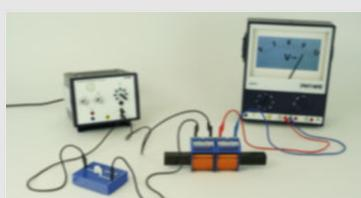

Рис. 3
- Теперь снова соедините катушки в контакт. Откройте переключатели и вставьте железный сердечник в обе катушки примерно до середины (см. рис. 3). Закройте переключатели и понаблюдайте за вторичным напряжением для разных первичных напряжений.